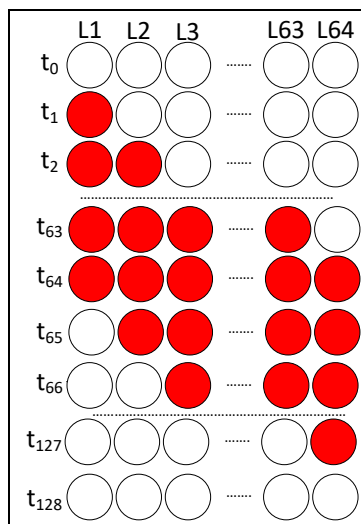

figura 6
- Ghirlanda este alcătuit din 64 LED-uri. Acestea vor lumina ca în figura 6 (numărător Johnson). În figură pe verticală s-a figurat timpul. La momentul t_0 nu este nici un LED aprins. Apoi LED-urile se aprind unul câte unul, la rând, până când sunt aprinse toate: la momentul t_1 se aprinde L1, la t_2 sunt aprinse L1 și L2, etc. La t_{64} sunt aprinse toate. În continuare LED-urile se sting pe rând până când la t_{127} este aprins numai L64. Următoarea configurație, la t_{128} , are toate LED-urile stinse și este identică cu configurația de la t_0 . Secvență t_0 - t_{127} se repetă la nesfârșit.
- Fiecare configurație din figura 6 este menținută o perioadă de timp de 0,1 secunde.